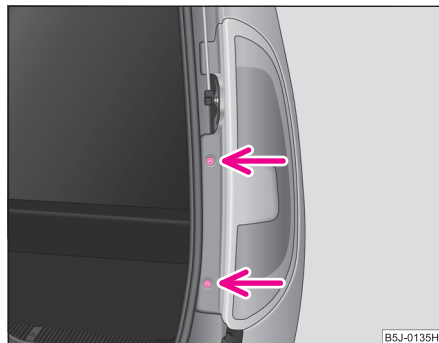

Fig. 190 Desmontar la unidad de luces traseras
- Destornillar la unidad de luces posteriores ⇒ fig. 190.
- Atornillar la unidad de luces posteriores ⇒ página 272, fig. 190.